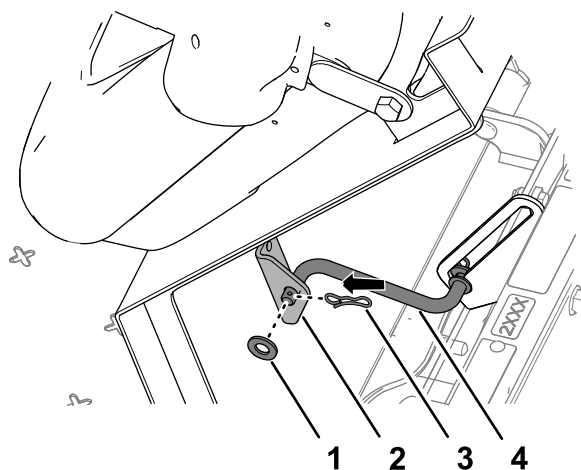

Figura 221
5. Montate l'asta di supporto sulla staffa del sedile con la rondella e la coppiglia (Figura 221).